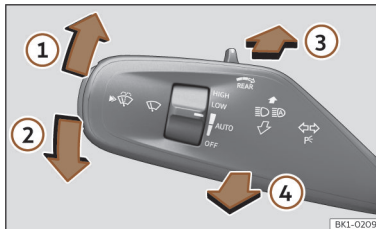

Fig. 102 Manípulo dos indicadores de direção e dos máximos.
- A partir da posição base, pressione para a frente o manípulo dos indicadores de direção e de máximos >>> **Fig. 102 ③.**
- **OU:** se o assistente de máximos estiver ligado, puxe para trás o manípulo dos indicadores de direção e de máximos >>> **Fig. 102 ④.**